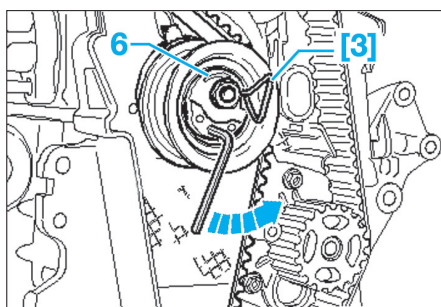

Fig. 15
- [3]. Outil de verrouillage du galet tendeur (ref. T10115) (Fig.15).
- Desserrer l'écrou (6) du galet tendeur (Fig.15).